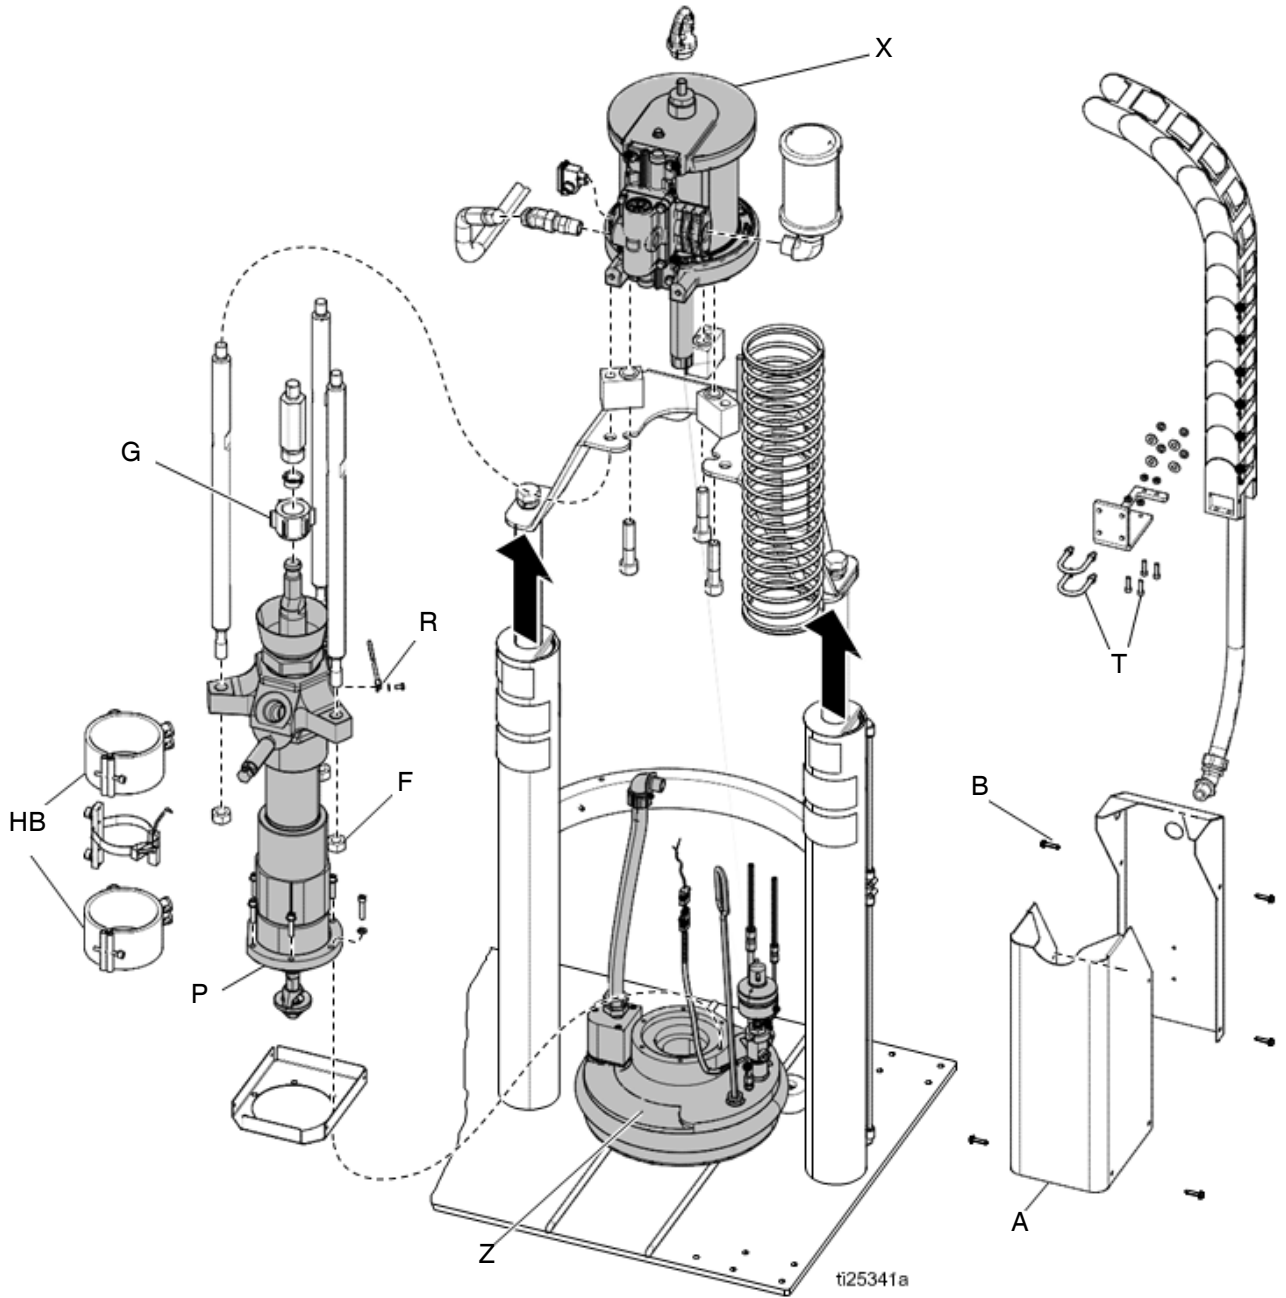

图 28
2. ラム板が下がっており、ラムディレクターバルブ (CC) がニュートラルの位置になっているかを確認します。
5. ADM にてシステム・ヒート (D) をオフにしてください。
8. システムにポンプシールドが含まれる場合は、ポンプシートメタルユニット (A) を外してください。図 28 を参照。
- a. カバーのネジ (B) を外してください。
- b. ヒーターバンド (HB) を外して接地配線 (R) を外してください。
11. 電気ケーブルをエアモーター (X) から外します。
13. ポンプの端にある、ポンプ / エアモータータイロッドのナット (F) を外します。
14. エアモーター支持板にケーブル管を保持するナットとボルト (T) を外します。ケーブル管の端を搭載板の外にずらす。
16. エアモーターロッドへのポンプロッドカップラー (G) を完全に緩めます。